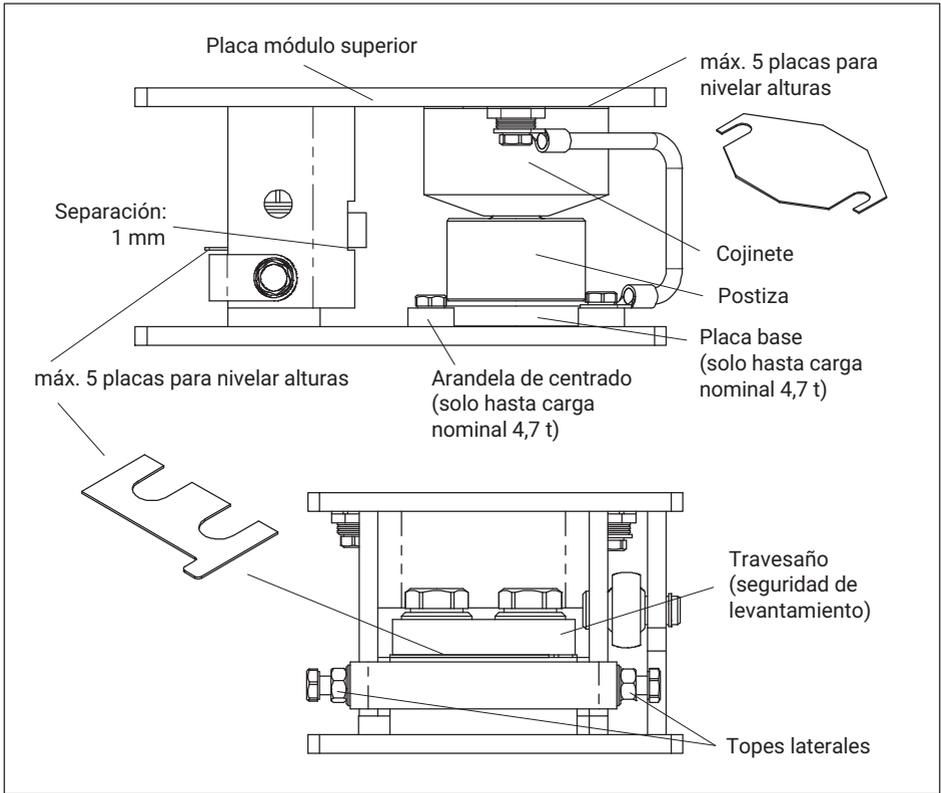

Fig. 4.1 Montaje de las placas niveladoras en la versión de 4,7 t
(consultar Fig. 4.1)
- Montar y ajustar la seguridad de levantamiento colocando placas hasta conseguir una separación de aprox. 1 mm (*consultar Fig. 4.1*) con el depósito vacío.